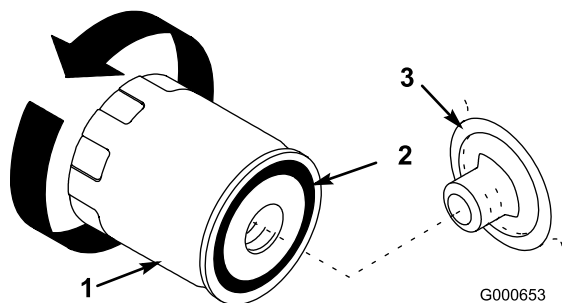

Figura 21
6. Retire el filtro usado y limpie con un paño la superficie de la junta del adaptador del filtro (Figura 21).